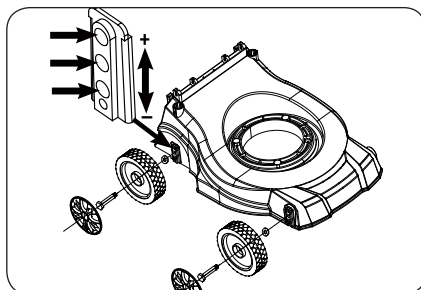

Рис. 7
**СБОРКА КОЛЕС И РЕГУЛИРОВКА ВЫСОТЫ СКАШИВАНИЯ ДЛЯ FPL 42 (Рис. 7).**